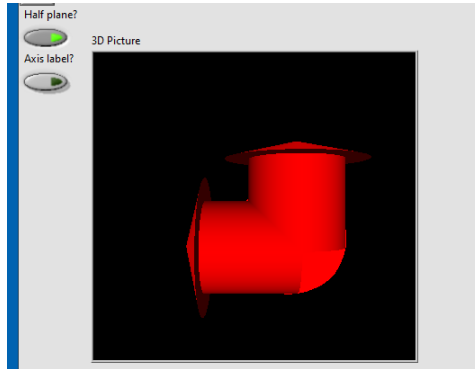

Рис.8.2. Отримане зображення
9. ПКЛ по “3D Picture” – Invoke Node – Auto focus, запустити та отримати зображення рис.8.2.